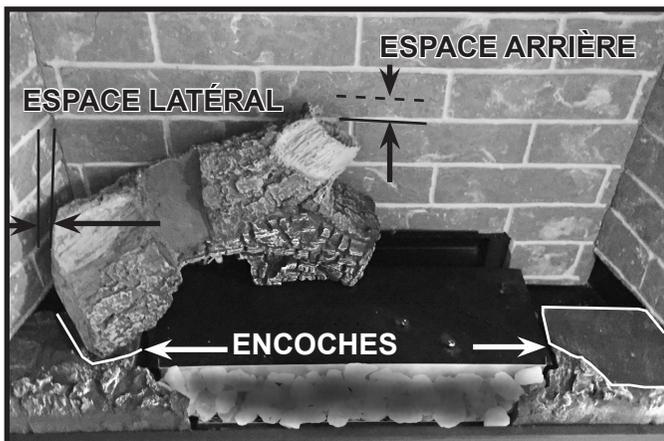

Figure 4. Bûche arrière gauche installée
Les tiges de bûche, de même que les encoches sur les composants de l'âtre, aideront à bien disposer les deux bûches arrière et la bûche du petit brûleur. Les encoches sont montrées à la figure 4.
De plus, la bûche arrière gauche et arrière droite sont indiquées par les encoches des composants de l'âtre gauche et droit. Voir la figure 4.
1. Retirez la grande bûche arrière gauche de l'emballage et installez la bûche en la posant sur la ou les tige(s) de bûche arrière. Le côté gauche de la bûche reposera sur l'encoche du composant de l'âtre gauche. Voir la figure 4.
Remarque : Les modèles SL-3X ne comportent aucune encoche d'âtre. Voir la figure 4.
Modèles SL-7X et SL-9X : La bûche arrière gauche sera positionnée pour conserver un espace d'environ 6 mm (1/4 po) entre la bûche arrière gauche et le réfractaire arrière. Il y aura un espace latéral d'environ 25 mm (1 po) entre l'extrémité gauche de la bûche et le panneau de gauche. Voir la figure 4.
Modèles SL-3X : La bûche arrière gauche sera positionnée pour conserver un espace d'environ 6 mm (1/4 po) entre la bûche arrière gauche et le réfractaire arrière. La bûche arrière gauche touchera le panneau réfractaire gauche (aucun espace latéral). Voir la figure 4.